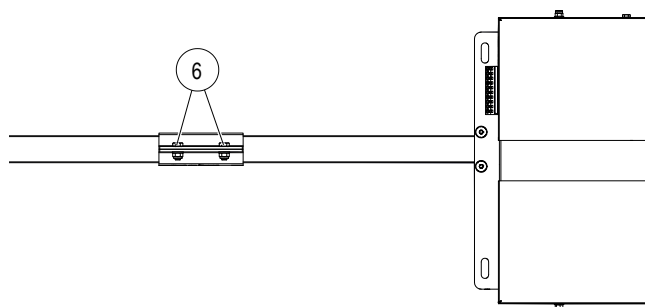
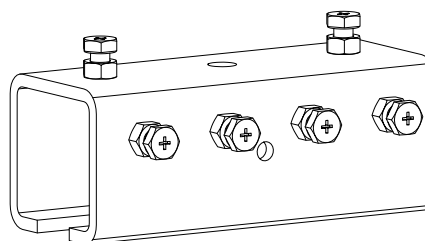

Abb. 19: Sechskantschrauben anziehen
Abb. 20: Einteiliger C-Schienenverbinder
- Die zwei Sechskantmutter M8 bzw. Sechskantschrauben M8 (Pos. 6) des zweiteiligen C-Schienenverbinders mit einem Gabelschlüssel SW13 anziehen (siehe Abb. 19). Beim einteiligen C-Schienenverbinder alle sechs Kreuzschlitzschrauben anziehen (siehe Abb. 20).